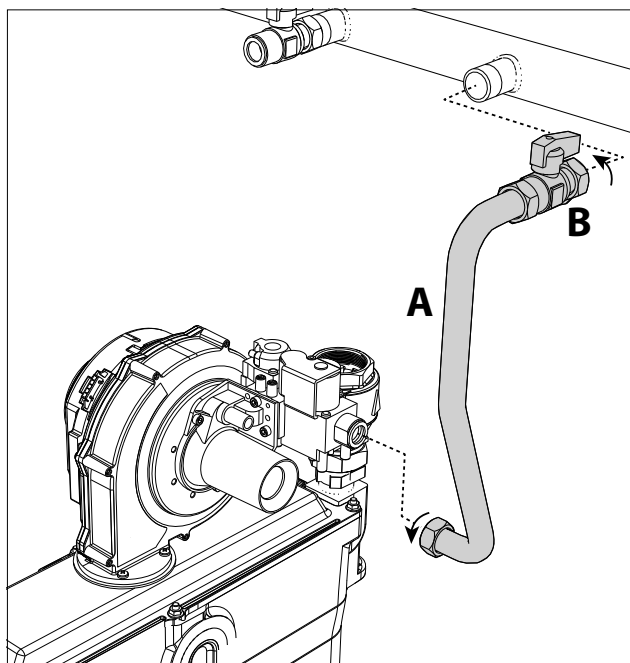

fig. 81
5. Afloje las tuercas y desconecte el tubo de gas "A" junto con la llave de paso "B" (fig. 81).